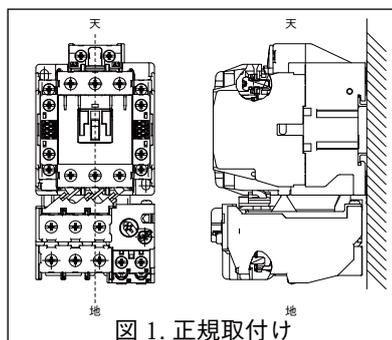
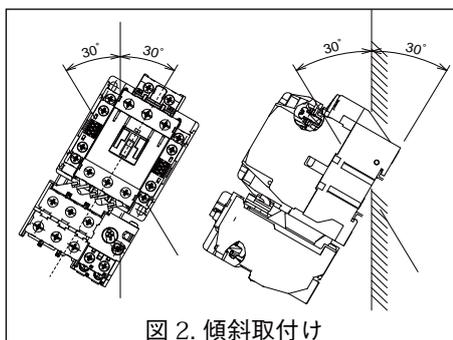
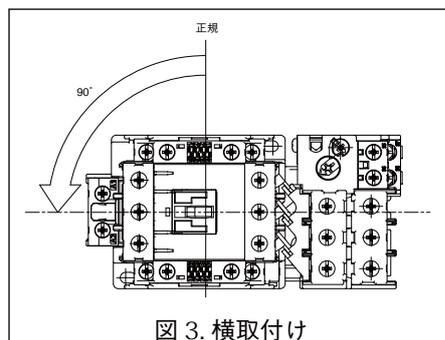

図1. 正規取付け
図2. 傾斜取付け
図3. 横取付け
- (1) 乾燥した場所ではこりや振動の少ないところに取付け願います。
- (2) 取付方向は垂直面で図1.の方向を正規としますが各方向 $30^{\circ}$ までの傾斜取付けは許容できます。（図2.）
- (3) 床置取付、天井取付は許容できません。（床置・天井取付は、接点の導通性能、動作性能、耐久性等に影響します）
- (4) やむをえず横取付けする場合は図3.のように正規取付状態から反時計方向に $90^{\circ}$ 回転させた状態で取付けてください。